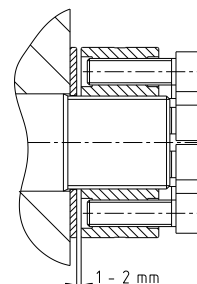

図 5:
- ナット(部番 1.1)を緩めてワッシャーとの間に 1 - 2 mm の隙間を作して下さい(図 5 をご参照)。